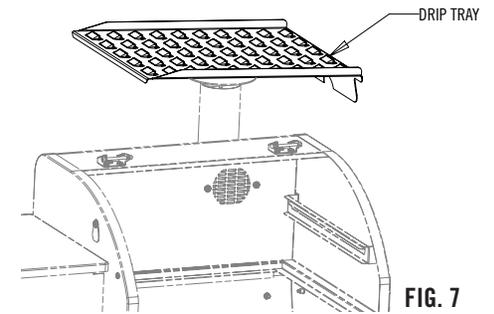

FIG. 7
- Monter la lèchefrite comme indiqué aux Fig. 7 et 8.